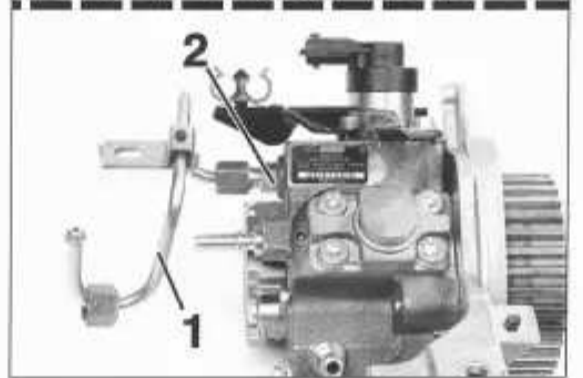
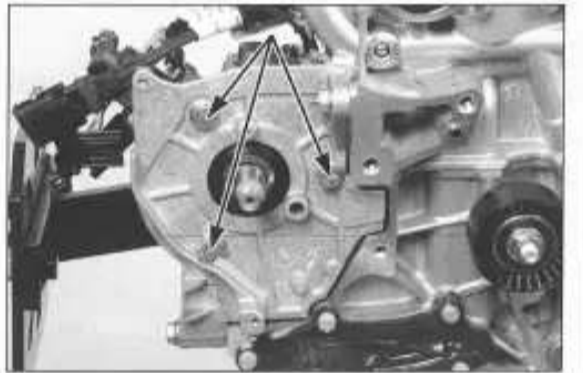

FIG. 27
FIG. 28
- la tubería de alta presión (1) que une la bomba de alta presión a la rampa alta presión aplicando un contrapar en el rácor (2) de la bomba de alta presión (fig. 27).
- Desmontar las 3 fijaciones delanteras (fig. 28), con el soporte trasero (3) (fig. 27) de la bomba, y separar ésta.